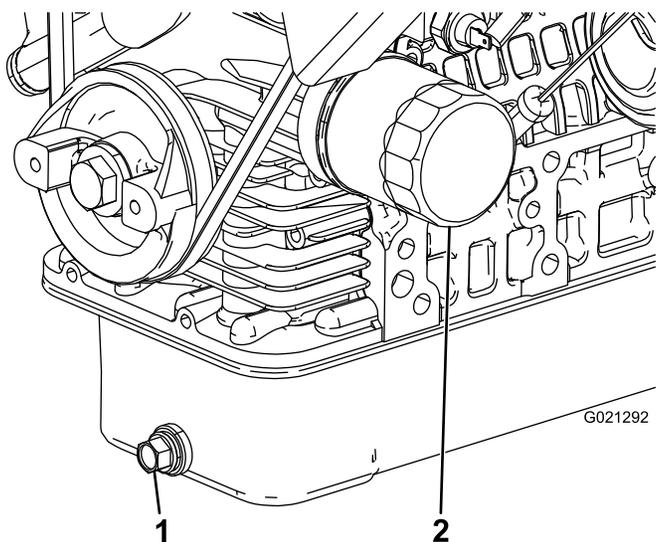

Figura 42
2. Retire o tampão de escoamento (1) e deixe o óleo escorrer para um recipiente adequado (Figura 42). Quando o óleo parar, volte a montar o tampão de escoamento.
3. Retire o filtro do óleo (Figura 42).